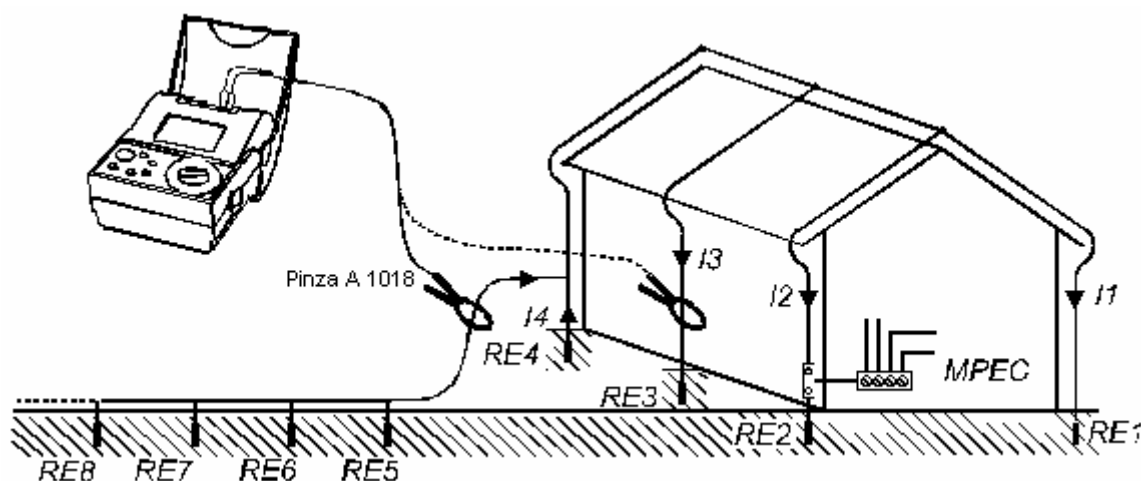

Fig. 17. Collegamento tipico della pinza di corrente (misura di basse correnti)
- ♦ Utilizzare la pinza in corrente (1000 / 1) con lo strumento come mostrato nelle Fig.17 o 18. Con la pinza in corrente E-Clip 1 sono possibili misure da 0.5 mA a 20 A (max. range dello strumento), mentre con la maggior parte delle altre pinze si hanno misure da 10 mA a 20 A.